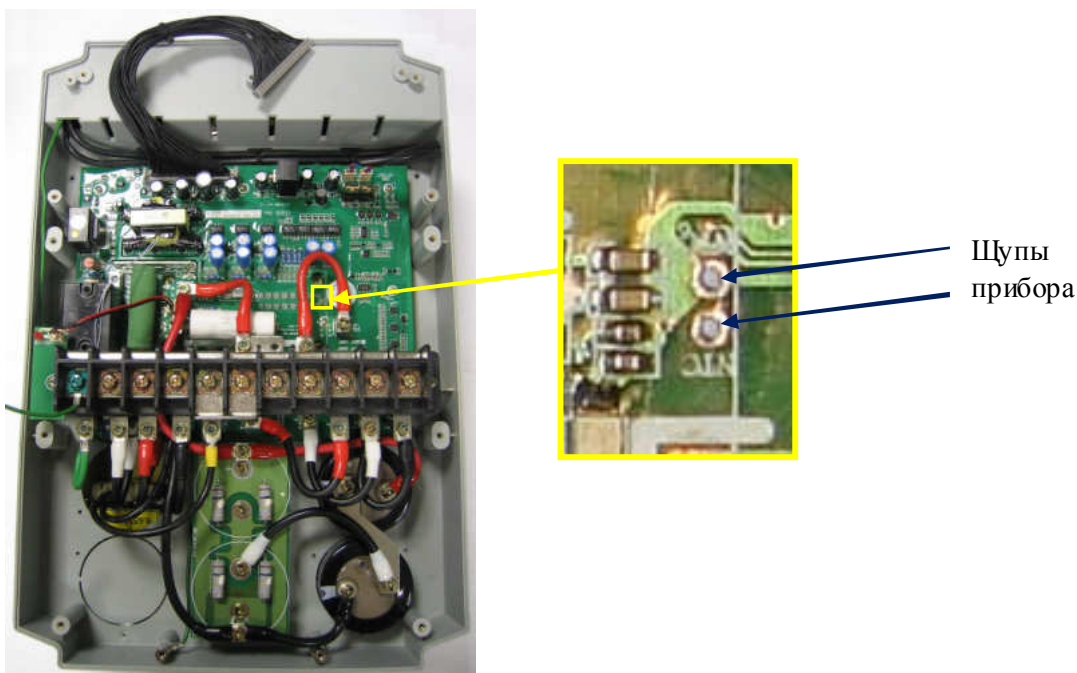

Рис. 4.7. Проверка термодатчика
4.7.8. Проверить исправность термодатчика матрицы. Установить мультиметр в режим измерения сопротивления на пределе 20 кОм. Измерить сопротивление цепи на плате драйверов между контактами, обозначенными NT C, как показано на рис. 4.7. Сопротивление должно быть в пределах от 4 до 6 кОм.